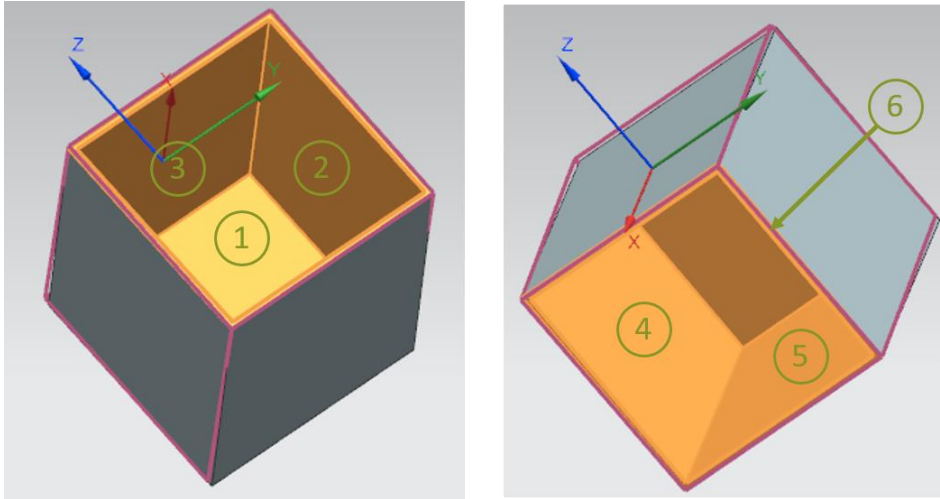
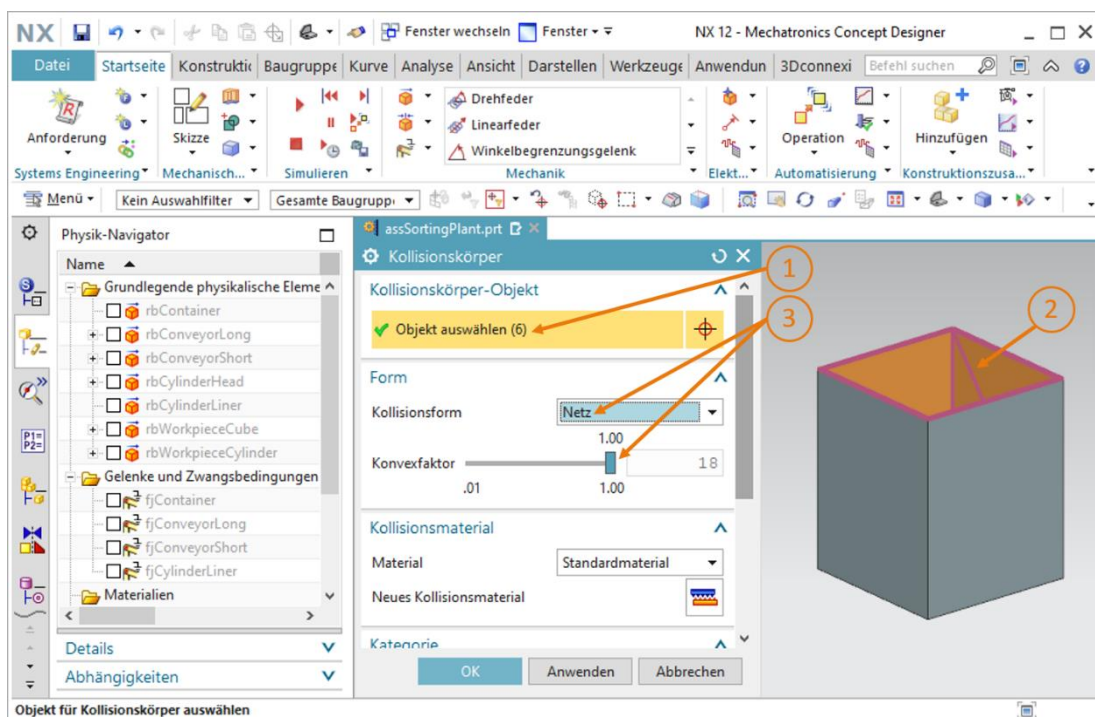

Abbildung 31: Kollisionsflächen der Container aus unterschiedlichen Blickwinkeln
Abbildung 32: Erstellen eines Kollisionskörpers für einen Container
Wie oben bereits angemerkt, geht es in diesem Modell ausschließlich darum, die Körper im Inneren des Containers zu halten. Daher müssen Sie auch nur die Flächen innerhalb des Containers auswählen, welche mit den Werkstücken in Berührung kommen können. Aus Abbildung 31 ist ersichtlich, dass sechs Flächen dafür auszuwählen sind. Fünf Flächen bilden den Container innen ab (siehe Abbildung 31, Flächen 1 – 5), während eine Fläche den oberen Rahmen bildet (siehe Abbildung 31, Fläche 6).
- Erstellen Sie zunächst einen Kollisionskörper für den ersten Container, in den die Werkstücke "workpieceCylinder" durch den Abschieber aussortiert werden. Öffnen Sie dazu den Befehl "Kollisionskörper". Nachdem Sie in dem Befehlsfenster die Schaltfläche "**Objekte auswählen**" betätigt haben, wählen Sie die **sechs Flächen**, wie in Abbildung 31 dargestellt, aus (siehe Abbildung 32, Schritt 1 + 2). Wählen Sie als Kollisionsform ein "**Netz**" aus, mit einem Konvexfaktor von "**1.00**", wie in Abbildung 32, Schritt 3 vorgegeben. Sie müssen hier auf das Netz zurückgreifen, da Sie einen Innenkörper darstellen wollen, welchen Sie mit einer einfachen geometrischen Form nicht darstellen können. Allerdings benötigt diese Kollisionsform bei einer Simulation eine höhere Rechenkapazität als die einfachen Formen. Geben Sie als Namen "**cbContainerCylinder**" vor und bestätigen Sie die Einstellungen mit per Klick auf die Schaltfläche "**OK**".